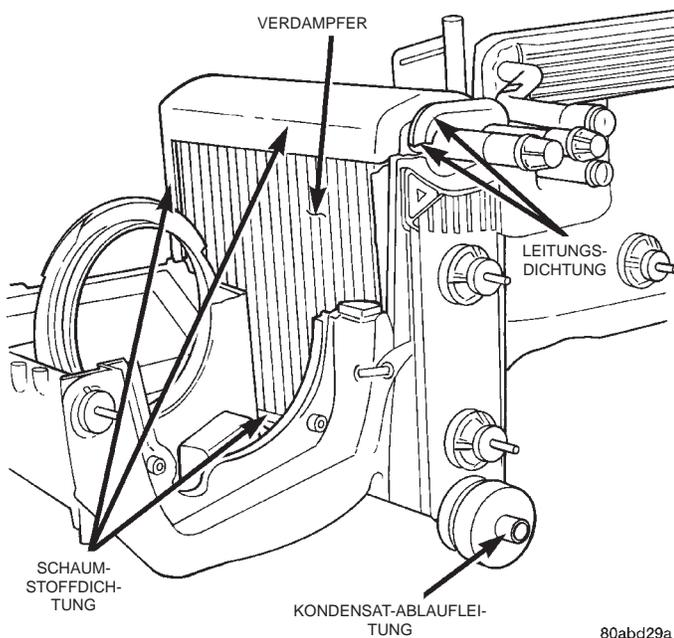

Abb. 56 Verdampfer aus- und einbauen
(1) Gehäuse der Heizungs-/Klimaanlage wie in diesem Kapitel beschrieben ausbauen und zerlegen.
(2) Verdampfer aus dem Unterteil des Gehäuses der Heizungs-/Klimaanlage heben (Abb. 56).
(3) Der Einbau erfolgt in umgekehrter Reihenfolge wie der Ausbau. Darauf achten, daß die Schaumstoffdichtung und die Leitungsdichtung wieder eingebaut werden.